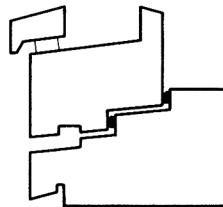

Fig. 22
- 22 Luft-tetting mellom ramme og karm utføres med klemmlister stiftet til anslag, se fig. 22. Det er viktig at listene monteres som et sammenhengende bånd langs hele fugen. Ved hjørner, må list-endene presses godt mot hverandre. Listene må føres sammenhengende forbi hengsler eller monteres slik at list-endene klemmes mot hverandre når vinduet lukkes. Forsøk og prøver har vist at en oppnår best tetting ved å benytte to tettelister med forskjellig profil. Den indre anslagslisten med «P»-formet tversnitt som utgjør hovedtettingen, vil vanskelig la seg komprimere mer enn 1 mm – 1,5 mm. Ytre list med «V»-formet tversnitt vil kunne trykkes mer sammen og dermed lettere føye seg etter ujevnheter. Den vil virke som en sikring av hovedtettingen.